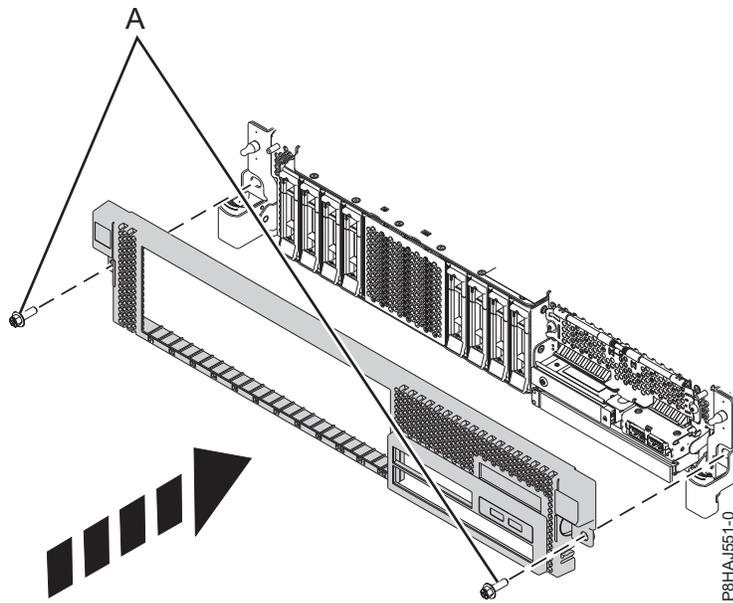

Abbildung 12. Vordere Abdeckung installieren
3. Verriegeln Sie die Entriegelungshebel in die in Abb. 12 auf Seite 35 dargestellte Richtung. Die Abdeckung schnappt ein und weist eine Vertiefung auf, an der Sie sie leichter festhalten können.
4. Bringen Sie die Transportschrauben (A) wieder an.